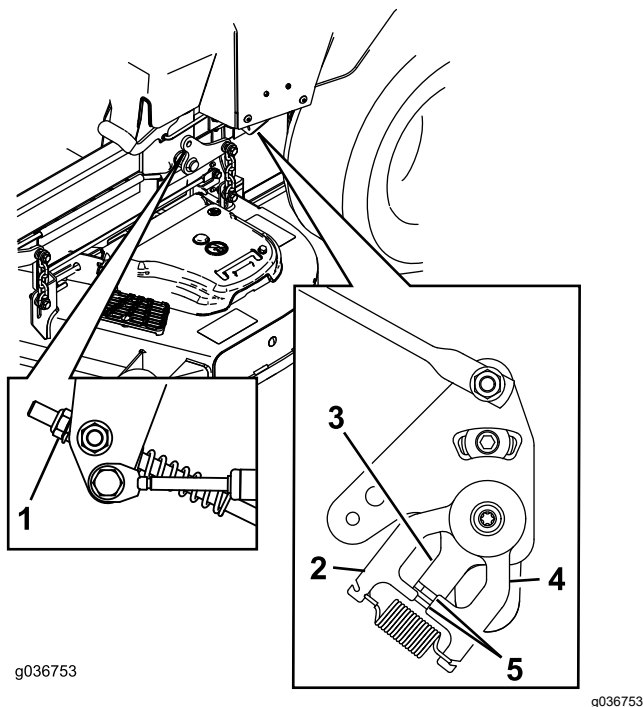

Figura 90
11. Ajuste la longitud de las varillas de control de las bombas girando la tuerca en el sentido apropiado, hasta que las ruedas se muevan ligeramente en marcha atrás (Figura 89 y Figura 90).